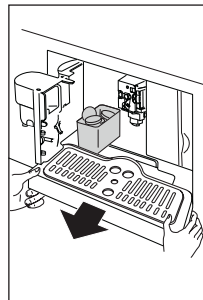

Fig. 24
- Estrarre la vaschetta raccogli gocce ed il contenitore dei fondi (Fig. 24).